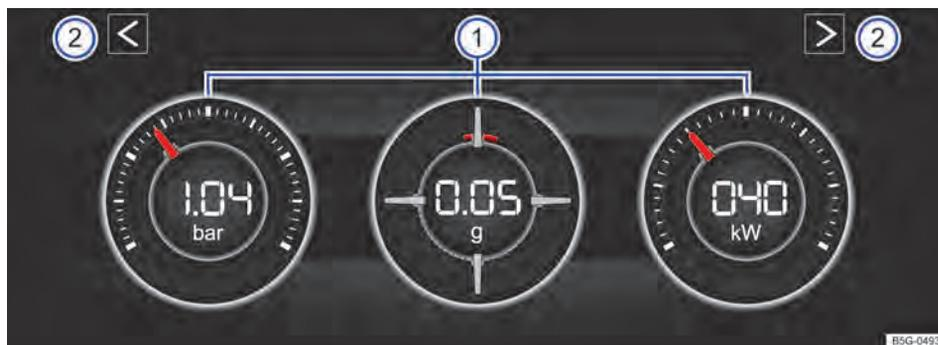

Fig. 19 Na tela do sistema Infotainment: monitor de desempenho.
Legenda para Fig. 19:
Se você deseja alternar entre o monitor de desempenho e o Laptimer → Página 30, toque em um dos botões de seta à esquerda e à direita acima dos instrumentos → Fig. 19 ②.
O display pode exibir, no máximo, três instrumentos simultaneamente. Cada um dos instrumentos pode ser selecionado para cada uma das áreas de exibição → Fig. 19 ① (esquerda, meio, direita).
- **Indicação da pressão de carga:** a indicação da pressão de carga → Fig. 19 ① (à esquerda) exibe a pressão no circuito do ar de sobrealimentação entre o turbocompressor e o motor (em "bar"). Quanto mais o ponteiro ficar à direita na escala, maior será a potência que o motor despende.
- **Acelerômetro (G-Meter):** o acelerômetro (G-Meter) → Fig. 19 ① (centro) indica na área central o valor da aceleração (em "g"). A marcação vermelha na área disposta em tela indica a intensidade da aceleração e a direção da força que atua (conforme os princípios físicos contrários). Se você, por exemplo, conduzir para a esquerda, a marca-
- **Indicação de potência:** a indicação de potência → Fig. 19 ① (à direita) exibe a potência do motor atualmente demandada na forma de valor digital e analogamente na escala (em kW).